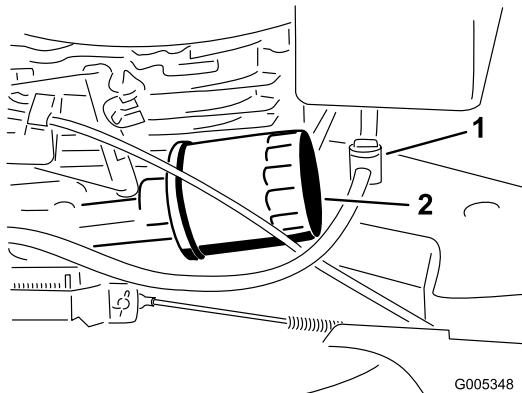

Figura 23
Cambie el filtro de aceite (Figura 23) cada 100 horas de operación o una vez al año, lo que ocurra primero.
3. Cierre la válvula de combustible (Figura 23).